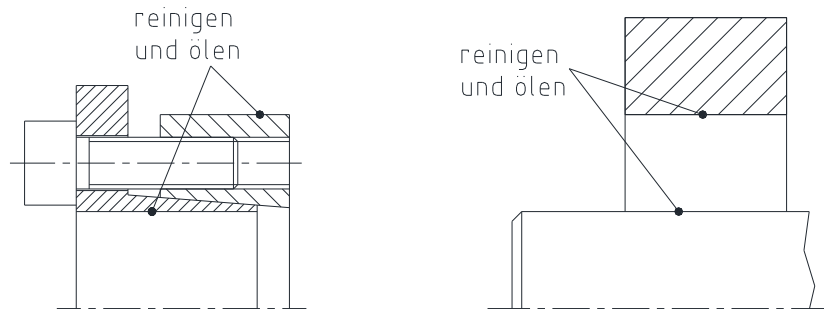

Bild 6: Reinigen und ölen der Flächen (Beispiel: CLAMPEX® KTR 206)
- Die in Bild 6 gekennzeichneten Flächen des Spannsatzes sowie der Welle und Nabe reinigen und anschließend dünnflüssiges Öl leicht auftragen (z. B. Ballistol Universal Öl oder Klüber Quietsch-Ex).